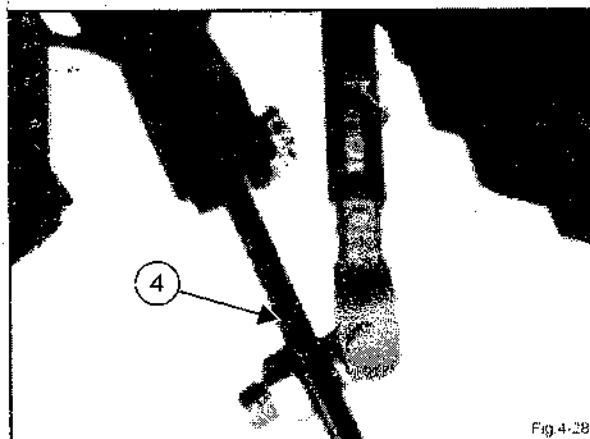

Fig. 4-28
- 4.46.2 Ajustar os estabilizadores laterais para permitir que os braços inferiores se movimentem livremente: 4 (Fig. 4-28)